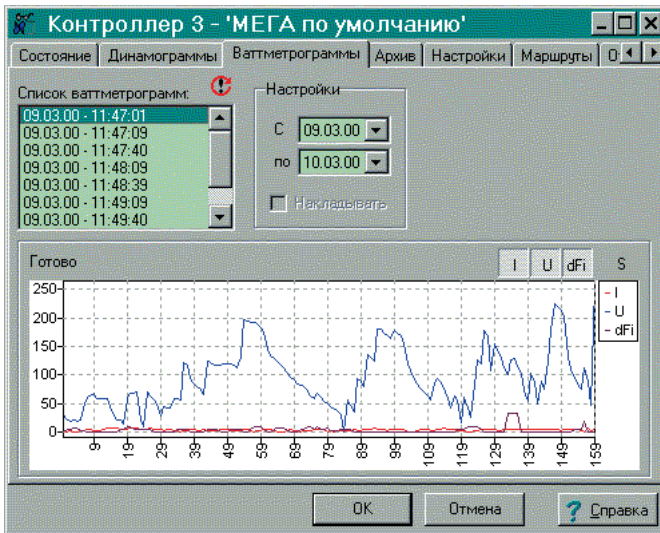

Рис. 9. Просмотр текущей ваттметрограммы станка-качалки
- С заданной периодичностью осуществляется замер параметров для построения ваттметрограмм (в течение трех периодов качания строятся графики тока, напряжения и сдвига фаз между векторами тока и напряжения — рис. 9). Все массивы параметров периодически переписываются в сервер. Измерение сдвига фаз между векторами тока и напряжения позволяет вычис-